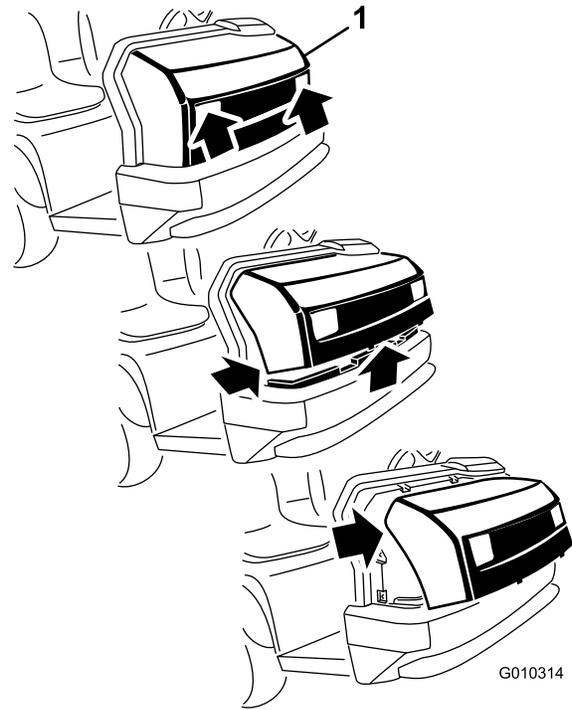

Bild 38
1. Fassen Sie die Motorhaube in den Scheinwerferöffnungen an und heben sie an, um die unteren Befestigungsnasen aus den Rahmenschlitzten zu heben (**Bild 38**).
2. Drehen Sie die Unterseite der Motorhaube nach oben, bis Sie die oberen Befestigungsnasen aus den Rahmenschlitzten ziehen können (**Bild 38**).
3. Drehen Sie die Oberseite der Motorhaube nach vorne und ziehen Sie die Kabelanschlüsse von den Scheinwerfern ab (**Bild 38**).